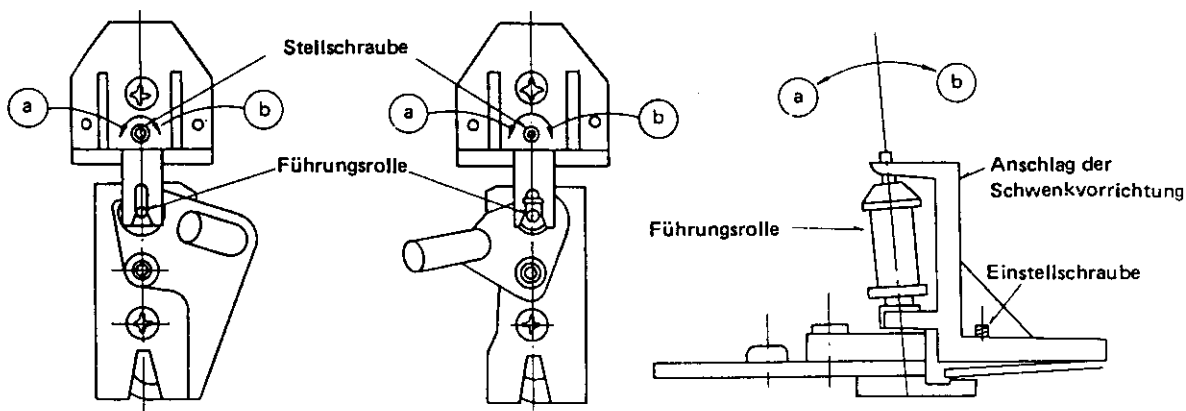

Abb. 2-21 Einstellung des Neigungswinkels der Führungsrolle
4. Wird das Band am oberen Teil der Führungsrolle geknittert oder gefaltet, oder besteht kein ausreichender Abstand zwischen dem Band und dem Absatz der Führungsrolle, müssen die Stellschrauben entsprechend Abb. 2-21 in Richtung (a) gedreht werden. Auf diese Weise wird die Führungsrolle stärker geneigt.
5. Ist das Bandoberteil sehr lose oder treten Schwankungen im Tonpegel auf, muß die Stellschraube entsprechend Abb. 2-21 in Richtung (b) gedreht werden. Auf diese Weise wird der Neigungswinkel der Führungsrolle verringert.